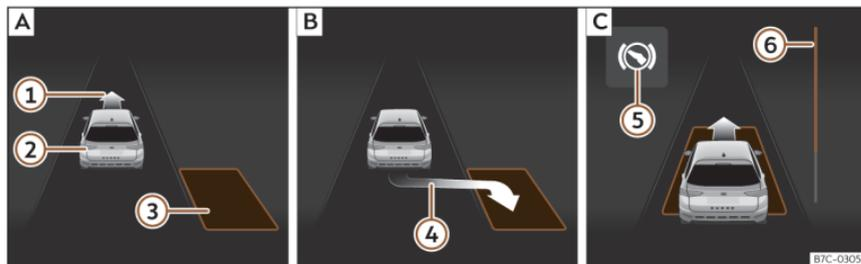
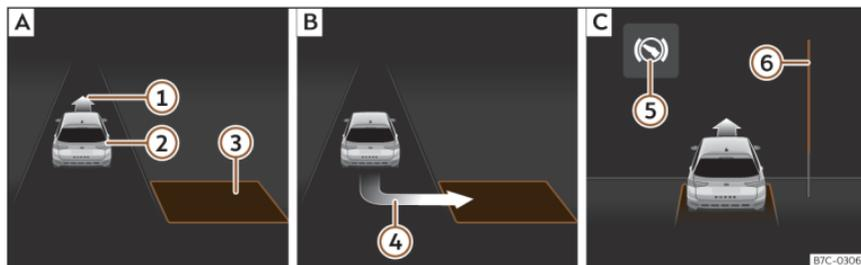

Fig. 173 Sul display del quadro strumenti: Parcheggiare in linea. **[A]** Cercare uno spazio di parcheggio. **[B]** Posizione di parcheggio. **[C]** Manovrare.
Fig. 174 Sul display del quadro strumenti: parcheggiare a pettine. **[A]** Cercare uno spazio di parcheggio. **[B]** Posizione di parcheggio. **[C]** Manovrare.
» fig. 173 **[B]** o » fig. 174 **[B]**. Lo spazio sarà stato considerato "idoneo" se nel display del quadro strumento compare l'indicazione di parcheggio ④.
• Retrocedere finché non si sentirà il segnale continuo del ParkPilot; **OPPURE:** spostarsi in retromarcia finché nel display del quadro strumenti non comparirà l'indicazione di spostarsi con la marcia in avanti» **fig. 173** **C** o» **fig. 174** **C**; **OPPURE:** finché nel display del quadro strumenti non comparirà il messaggio **Park Assist terminato**. La barra di avanzamento **6** indica la distanza che si deve percorrere» pag. 275.
centro dello spazio di parcheggio» **fig. 173** **C** o» **fig. 174** **C**.
» **fig. 173** **6** e» **fig. 174** **6** mostra simbolicamente nel display del quadro strumenti la distanza relativa ancora da percorrere. Maggiore è la distanza, maggiore sarà il riempimento della barra di avanzamento. Circolando con la marcia in avanti, il contenuto della barra di avanzamento diminuisce verso l'alto, e circolando in retromarcia, diminuisce verso il basso.